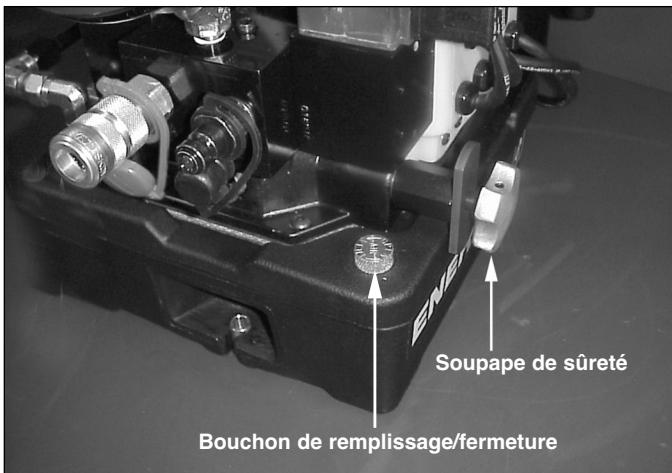

Figure 1 - Soupape de sûreté
4. Desserez le contre-écrou et détarrez la soupape de sûreté (tournez dans le sens inverse des aiguilles d'une montre) afin d'éviter toute montée de pression intempestive. Aucun outil n'est nécessaire pour régler la soupape de sûreté. Voir Figure 1.
2. Desserrez le contre-écrou et détarrez la soupape de sûreté afin d'éviter toute montée en pression intempestive. Voir Figure 1.